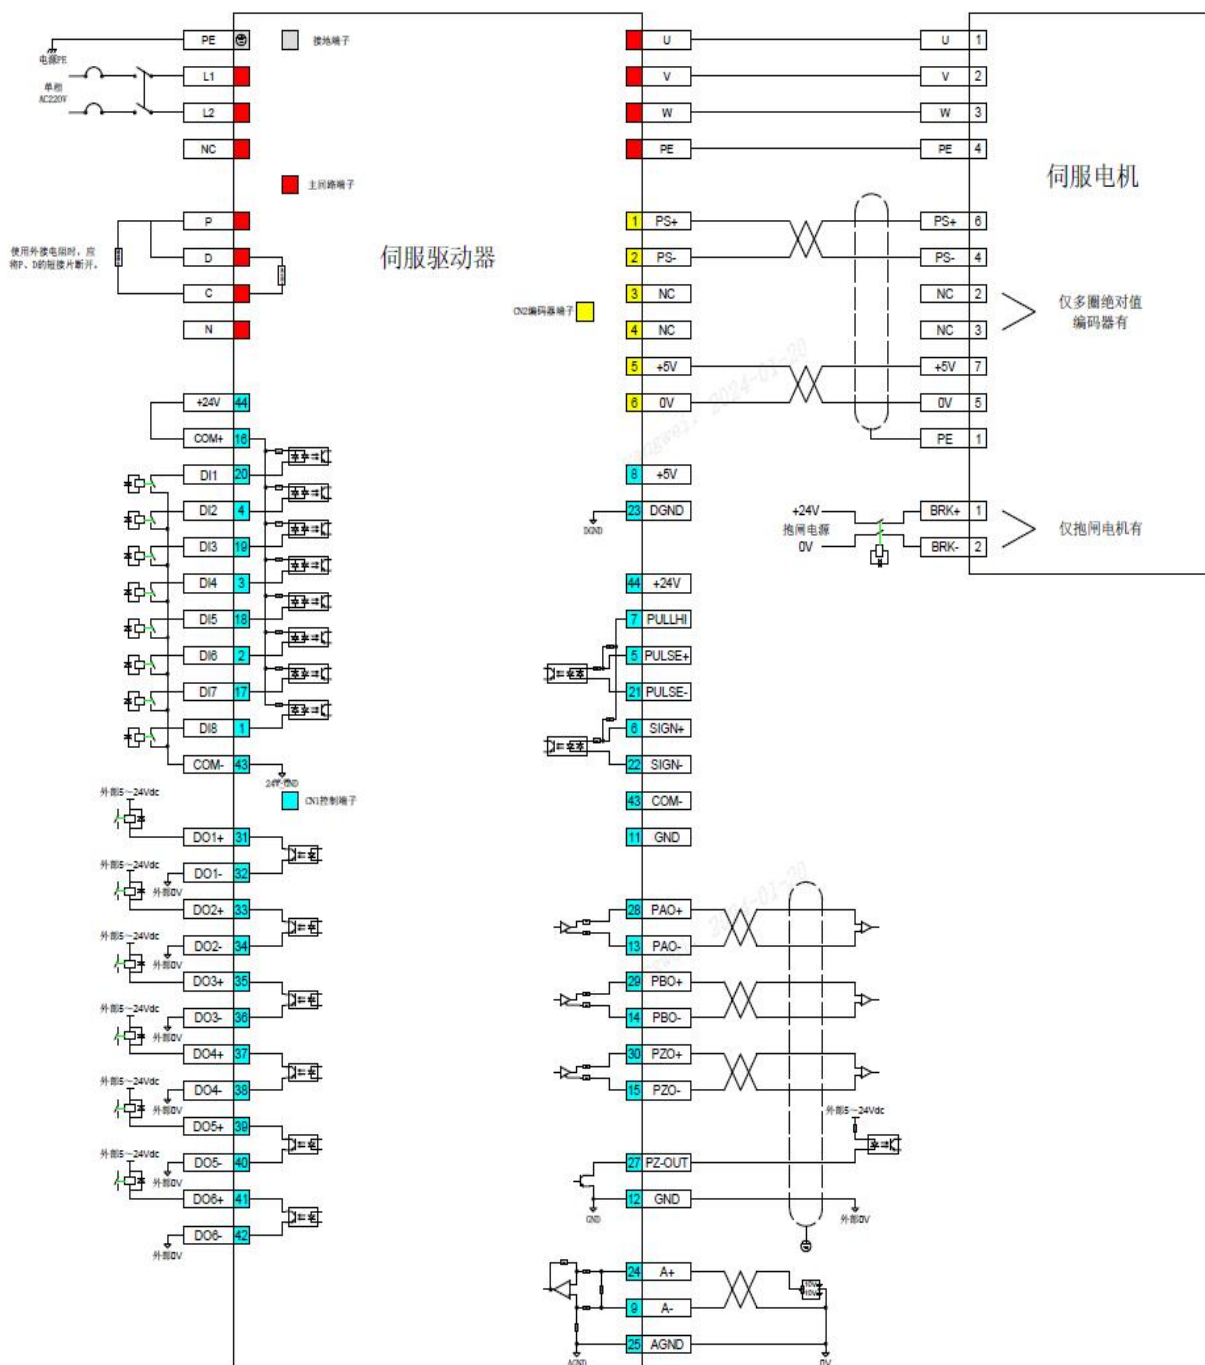

图 40 转矩模式接线图
- 3) 参考图 40 配线说明连接 CN1 端子中的所需的 DI/DO 信号，如伺服使能，报警清除，定位完成信号等。